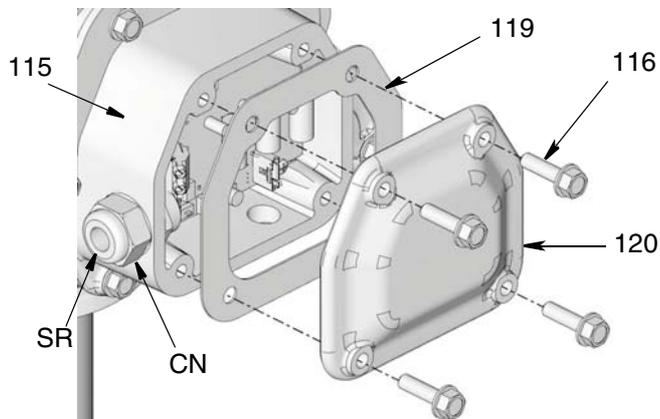

Рис. 12
1. Выкрутите болты (116), снимите крышку (120) и прокладку (119) для доступа к входным клеммам электродвигателя (Рис. 12).
2. Заправьте подводящие провода источника электропитания через втулку разгрузки натяжения (SR) в корпус редуктора (Рис. 12).
- а. Затяните втулку разгрузки натяжения (SR) относительно корпуса редуктора (115) с усилием 5,1 футов на фунт (7,0 Н•м).
- б. Затяните зажимную гайку (CN) с усилием 3,7 футов на фунт (5,0 Н•м).